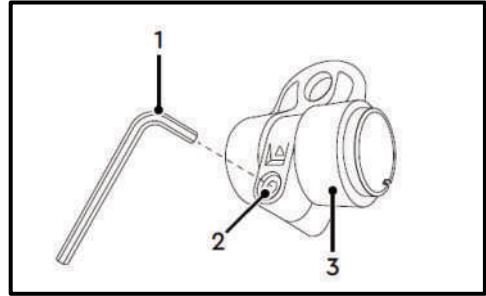

Рис. 9
- Послабте ключем (1) (4 мм) гвинт (2) кріплення (3) ремня (Рис. 9).
- Затягніть ключем (1) (4 мм) гвинт (2) (Рис. 9).